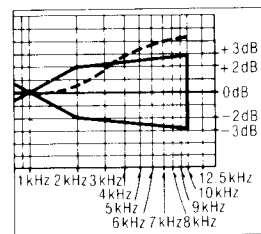
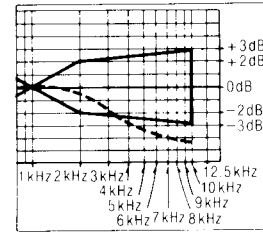
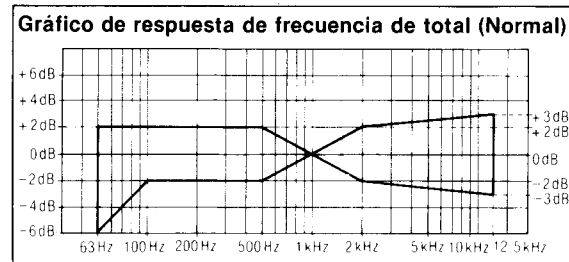

Fig. 12
Fig. 13
Fig. 10
6. Reproducir las señales grabadas en el paso 6, y comprobar si la curva de respuesta de frecuencia está dentro de los límites mostrados en el gráfico de respuesta de frecuencia total para las cintas normales (Fig. 10).
Cuando la curva excede las especificaciones del gráfico de respuesta de frecuencia total (Fig. 10) tal como se muestra en la Fig. 12.
- 2) Repetir los pasos 5 y 6 para confirmación. (Seguir con los pasos 7, 8 y 9 si la curva está ahora dentro de las especificaciones del gráfico de la Fig. 10).
- 3) Si la curva todavía excede las especificaciones (Fig. 10), aumentar aún más la corriente de polarización y repetir los pasos 5 y 6.
Cuando la curva está por debajo de las especificaciones del gráfico de respuesta de frecuencia total (Fig. 10) tal como se muestra en la Fig. 13.
- 3) Si la curva todavía cae por debajo de las especificaciones del gráfico (Fig. 10), reducir aún más la corriente de polarización y repetir los pasos 5 y 6.